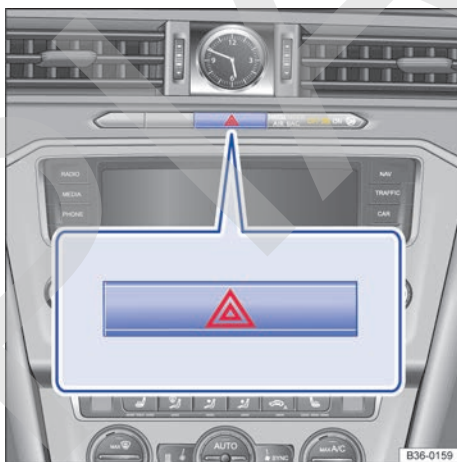

Fig. 35 En la parte superior de la consola central: pulsador de los intermitentes de emergencia.
2. Conecte los intermitentes de emergencia con el pulsador  → fig. 35.